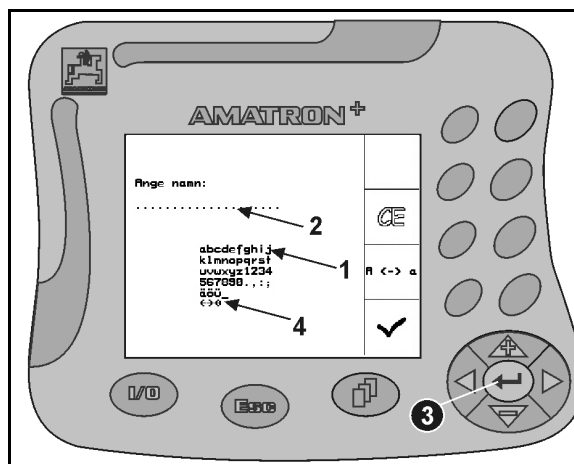

Fig. 15
När text och siffror ska matas in i **AMATRON⁺** visas inmatningsmenyn (Fig. 15).
I displayens nedre del visas ett urvalsfält (Fig. 15/1) med bokstäver, siffror och pilar som kan överföras till inmatningsraden (Fig. 15/2) (text eller siffror).
Välj bokstäver och/eller siffror i urvalsfältet (Fig. 15/3).
- Överföring av valt tecken (Fig. 15/3).
Med pilarna i urvalsfältet (Fig. 15/4) kan markören flyttas på inmatningsraden.
Pilen i urvalsfältet (Fig. 15/4) raderar den senaste inmatningen.